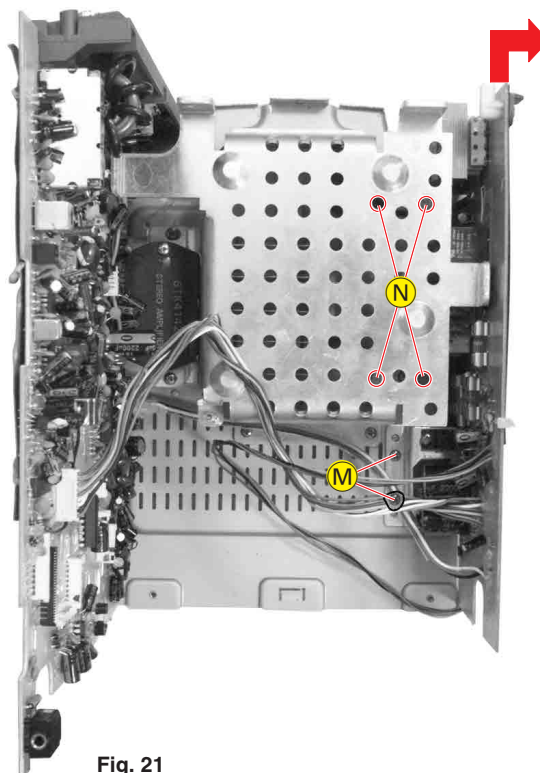

Fig. 21
- 2 Schrauben ⑭ (Fig. 21) herausdrehen.
- 4 Schrauben ⑮ (Fig. 21) herausdrehen.
- Netzteilplatte 2cm nach hinten schieben und zur Seite herausnehmen (Pfeil Fig. 21).
- Undo 2 screws ⑭ (Fig. 21).
- Undo 4 screws ⑮ (Fig. 21).
- Move the mains unit for 2cm to the rear side and remove sideways (arrow Fig. 21).